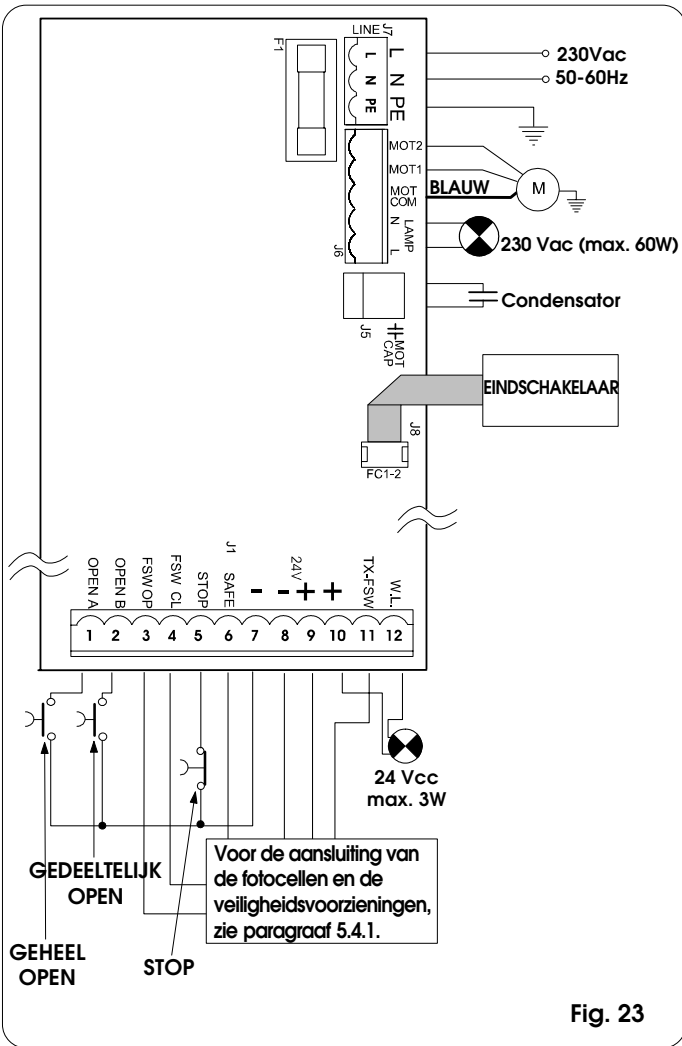

Fig. 23
**5.4.2. Klemmenbord J7 - Voeding (fig. 23)**
**5.4.3. Klemmenbord J6 - Motoren en waarschuwingslamp (fig. 23)**
**5.4.4. Klemmenbord J1 - Accessoires (fig. 23)**